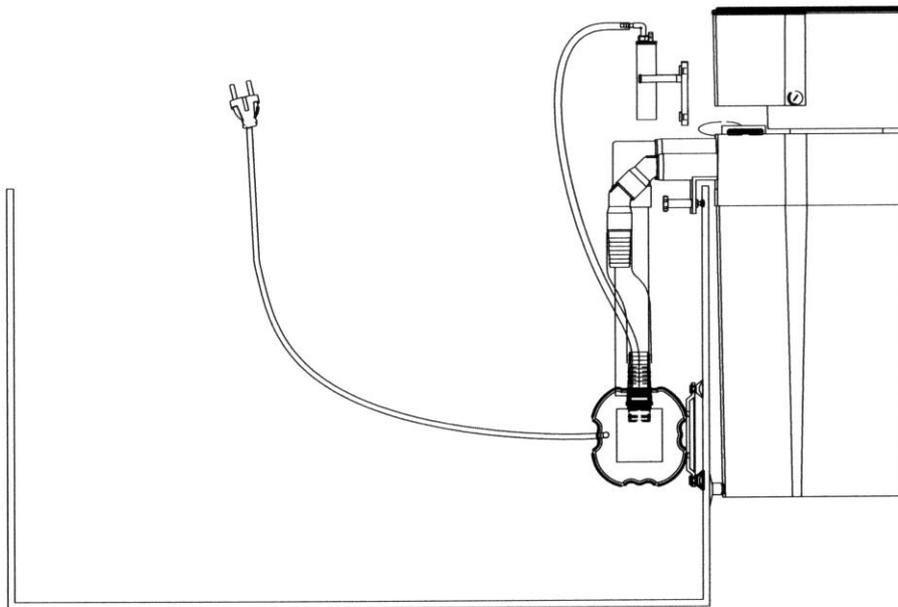

Fig.3: Turboflotor Blue 3000 en funcionamiento "Colgado"
1. Como un skimmer externo, directamente montada en el acuario: "Colgado", (fig. 3)
Instalación como un skimmer externo sobre el acuario - Colgado (fig. 3):
Ahora se puede alinear el skimmer junto al acuario. Los dos tornillos de la parte inferior del skimmer deberán ser ajustados de forma que el skimmer esté fuertemente sujeto al acuario. Es ventajoso que el skimmer no esté al 100% horizontal, sino que esté ligeramente inclinado (2º) con respecto al acuario (fig. 3). El skimmer no solo estará mejor sujeto al acuario, sino también el retorno del agua a través de las cajas de salida sobre el acuario es mejor y más seguro. En el ajuste de los tornillos de la parte inferior del skimmer pueden emplearse además ventosas de silicona, esto incrementa la seguridad. El skimmer ya está preparado para ponerlo en marcha.